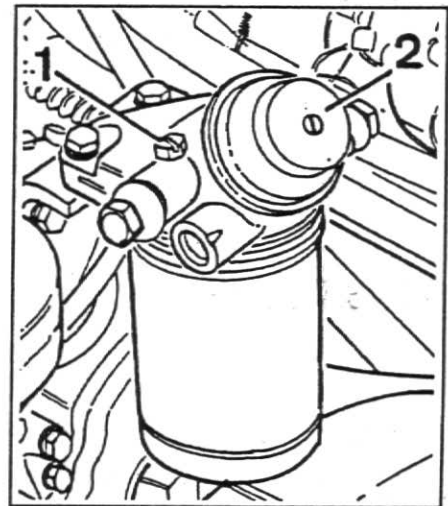

Fig. 4
4. Solte o parafuso de sangria ① na parte superior do cabeçote do filtro e pressione a bomba de sangria ②, fig.4.